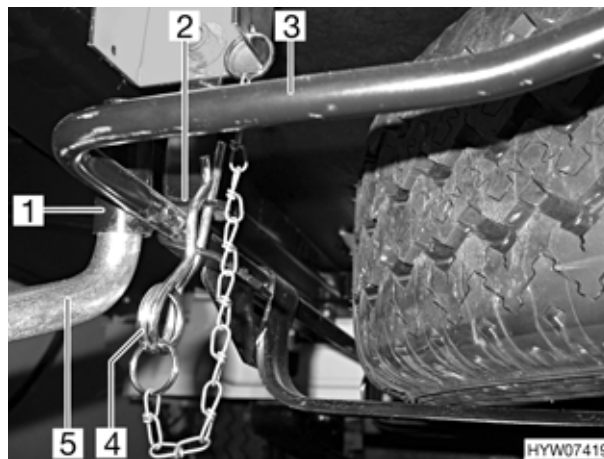

Fig. 210 Ruota di scorta nel cestino di alloggiamento
- Estrarre la copiglia (Fig. 210,4) dal sostegno (Fig. 210,2) per il cestino di alloggiamento (Fig. 210,3).
- Inserire la chiave a croce (Fig. 210,5) in dotazione nella sede (Fig. 210,1) del cestino di alloggiamento.